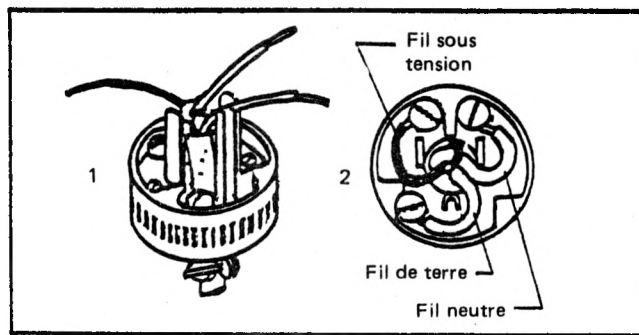

FIG. 5-9 FICHE À TROIS BROCHES
- h. S'il s'agit d'une fiche à trois broches (mise à terre), fixez le troisième fil (qui n'est jamais noir) à la broche en forme de U. (Voir à la Fig. 5-9.)